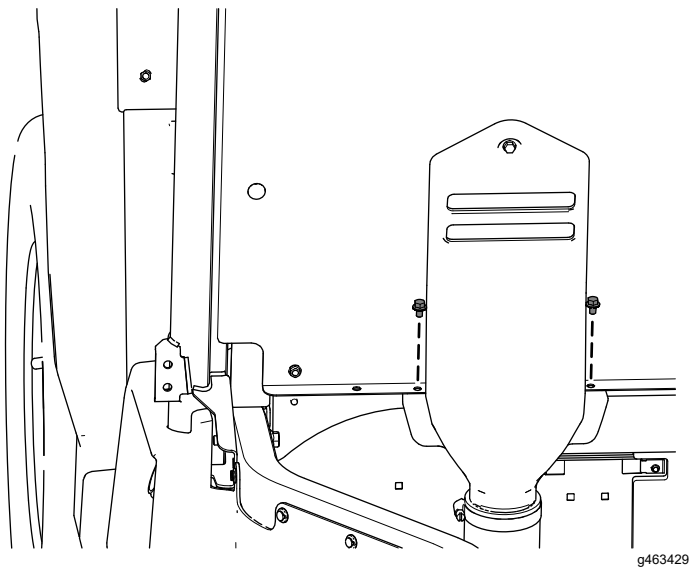

Figura 29
- G. Fissate la parte inferiore della cappa della presa d'aria CVT al pannello sedili utilizzando i 2 bulloni a testa flangiata ($\frac{1}{4}$ " x $\frac{3}{8}$ ") rimossi in precedenza come illustrato nella Figura 29.